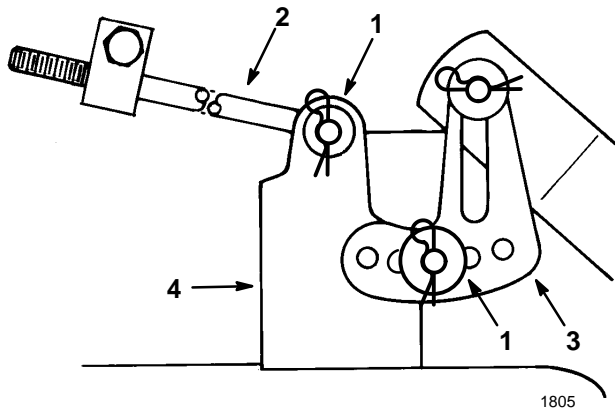

Figure 50
5. Retirer d'une des pattes de mise à niveau la goupille épingle et la rondelle (Fig. 50). Pour corriger l'horizontalité transversale, fixer le support du plateau dans un autre trou du support de mise à niveau, à l'aide de la rondelle et de la goupille épingle (Fig. 50). Utiliser un trou plus en avant pour réduire la hauteur de ce côté, ou un trou plus en arrière pour l'augmenter. Répéter ces opérations de l'autre côté du plateau de coupe.